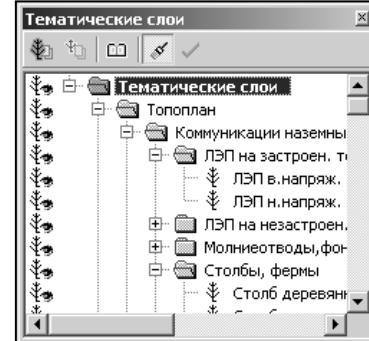

Рис. 2
- **панель Тематические слои** (рис. 2) — отображаются тематические слои (при наличии тематических объектов в наборе проектов);